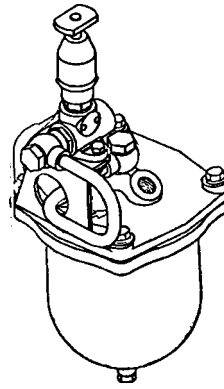
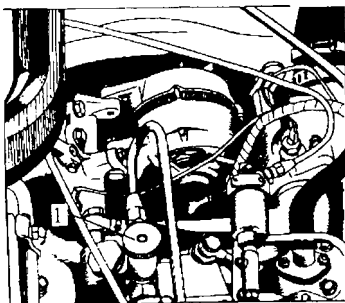

Рис. 11. Топливоподкачивающий насос на топливном фильтре грубой очистки
Рис. 10. Топливоподкачивающий насос для двигателя 7403.10
На автомобилях, укомплектованных двигателями 7403.10, топливоподкачивающий насос 1 установлен на ТНВД (см. рис. 10). На автомобилях, укомплектованных двигателями 740.11-240 и 740.11-300, предусмотрено два варианта установки топливоподкачивающего насоса: на топливном фильтре грубой очистки топлива (см. рис. 11) и на кронштейне, размещенном под хомутом крепления топливного бака.
2. Открыть кран на топливном баке подогревателя и заполнить систему питания подогревателя топливом, сделав несколько качков ручным топливоподкачивающим насосом (см. рис.10 и 11).